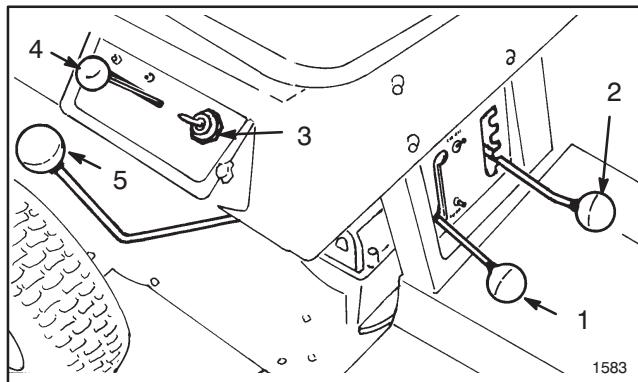

Figure 5
Changement de vitesse (Fig. 5)—La transmission comprend cinq vitesses en marche avant, plus le point mort et la marche arrière. Le levier de changement de vitesse est situé à droite de l'utilisateur. Un blocage de sécurité empêche le démarrage du moteur lorsque la transmission est en prise.
Levier d'embrayage de la lame (Fig. 5)—Le levier d'embrayage de la lame embraye et débraye l'entraînement de la lame. Un blocage de sécurité empêche le démarrage du moteur quand le levier est en position EMBRAYÉ. Le moteur ne peut démarrer que si le levier d'embrayage de la lame est en position DÉBRAYÉ.
Commande des gaz (Fig. 5)—La commande des gaz est connectée au papillon des gaz du carburateur et au starter, et les actionne. La commande offre trois positions: LENT, RAPIDE et STARTER.
Hauteur de coupe (Fig. 5)—Le levier de hauteur de coupe permet de choisir parmi 5 positions de hauteur de coupe, d'environ 4 cm à 9 cm (1-1/2 à 3-1/2 pouces).
Contacteur d'allumage (Fig. 5)—Le contacteur a trois positions: MARCHE, ARRÊT et DÉMARRAGE.
2. S'assurer que le changement de vitesse est au point mort et le levier d'embrayage de la lame en position **DÉBRAYÉ à fond** (Fig. 5).
3. Mettre la commande des gaz en position **STARTER** (Fig. 5) si le moteur est froid, ou **RAPIDE** s'il est chaud.
4. Tourner la clé de contact jusqu'à la position **DÉMARRAGE** (Fig. 5). Quand le moteur démarre, relâcher la clé et positionner la commande des gaz entre **RAPIDE** et **LENT** si l'on a utilisé le starter pour démarrer. La machine donne les meilleurs résultats lorsque la commande des gaz est en position **RAPIDE** (pleins gaz).
1. Mettre le levier d'embrayage de la lame en position DÉBRAYÉ à fond (Fig. 5).
2. Mettre la commande de hauteur de coupe (Fig. 5) dans la position désirée.